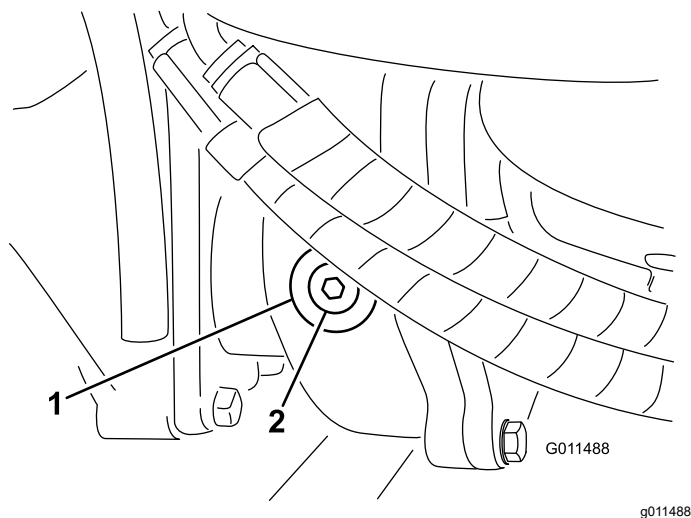

Figura 81
2. Îndepărtați buonul de verificare/umplere din partea stângă a cutiei de viteze i asigurați-vă că nivelul de lubrifian este până în partea inferioară a orificiului (Figura 81).